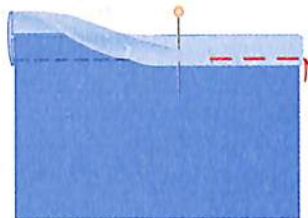

Рис. 57. Примётывание бейки с изнаночной стороны
4. Оберните бейку вокруг среза и подогните её с изнаночной стороны. Приколите к припуску шва. Приметайте (рис. 57).